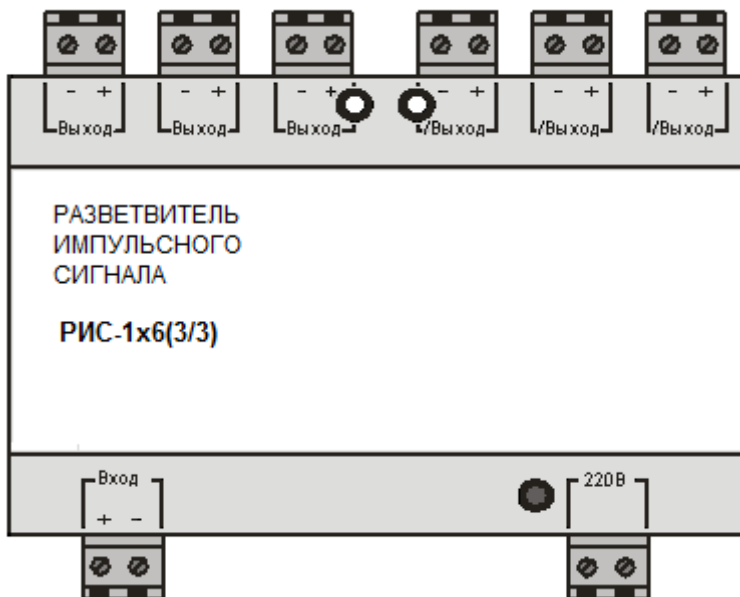

Рис.1
4.3 Расположение входных/выходных разъёмов и передняя панель РИС-1х6 показаны на рис.1.